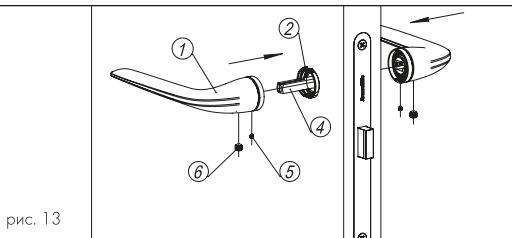

рис. 13
9. На квадрат ④ установить ручки ①, зафиксировать винтом ⑤ на внешнем основании ② и произвести фиксацию ручки на квадрате ④ при помощи винта ⑥. (Рис. 13).